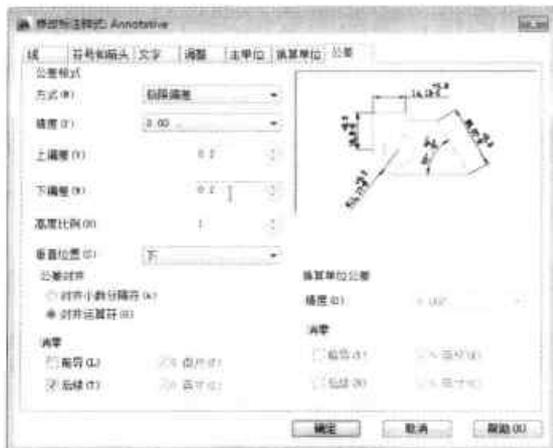

图9-42 设置偏差值
Step 03 此时，根据需要将“上偏差”和“下偏差”都设置为0.2，然后单击“确定”按钮，如图9-42所示。